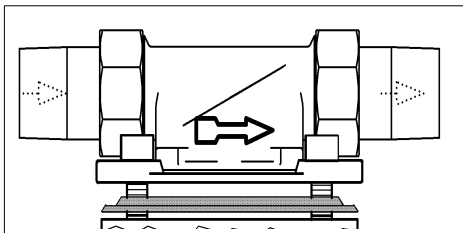

Fig. 1 : Bride rotative de montage
- sens d'écoulement (cf. fig. 1)